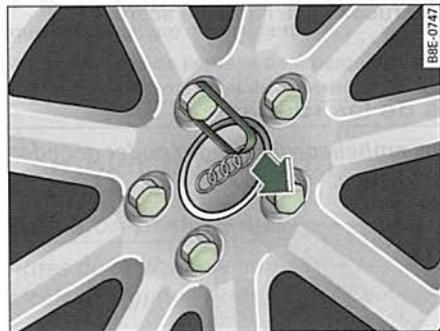

Fig. 232 Cambio de rueda: Quitar las caperuzas de adorno
- Extraiga la caperuza de adorno con la **pinza de plástico** de las herramientas ⇒ fig. 232.